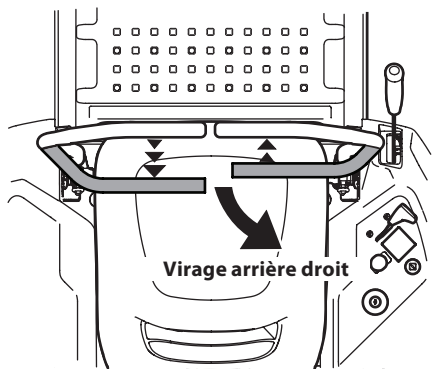

Figure 27
2. Pour faire demi-tour en marche arrière, déplacez le levier de contrôle droit en avant du levier de contrôle gauche. Consultez la Figure 27.